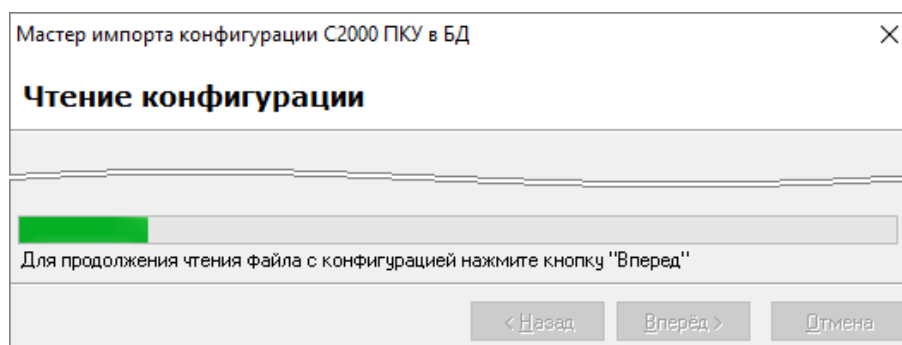

Рисунок 6-936 Мастер импорта конфигурации C2000 ПКУ в БД, страница считывания конфигурации из пульта "C2000M"
- если ошибок, препятствующих импорту конфигурации, не обнаружено, то на странице Мастера «Чтение конфигурации» отобразится прогресс считывания конфигурации (считывание конфигурации может начинаться с задержкой длительностью до 2 минут), в течение которого будут деактивированы кнопки в окне Мастера (см. Рисунок 6-936). По завершении процесса считывания конфигурации нажмите кнопку «Вперед >» для продолжения работы Мастера.